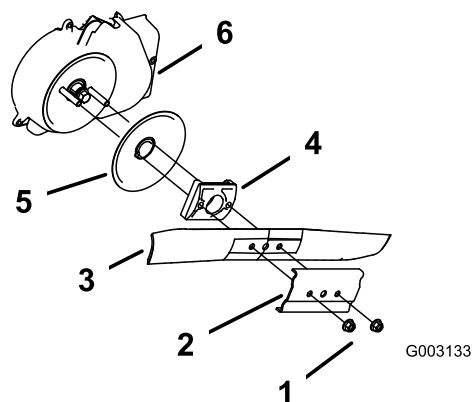

Figura 46
- Togliete i due dadi della lama ed il rinforzo (Figura 46).
- Togliete la lama (Figura 46).
- Togliete il giralama e il disco antistrappo (Figura 46).
- Rimuovete il carter del sistema di arresto della lama (Figura 46).
- Montate la lama ed il rinforzo con i due dadi della lama rimossi al punto (Figura 46).